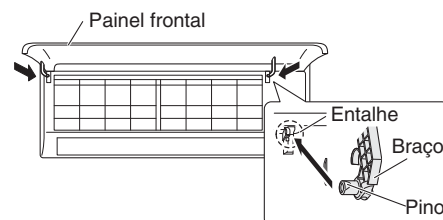

Fig. 3-17
- (1) Ao alinhar a extremidade superior da grade com a armação, mova horizontalmente a grade e introduza a parte superior e inferior na armação.
- (2) Pressione firmemente a grade com as mãos de modo a garantir que não existem folgas entre a armação e a grade.
- (3) Aperte os 6 parafusos. Em seguida, fixe as tampas removidas no sítio.
- (4) Segure as secções perto dos braços do painel frontal em ambos os lados e mantenha o painel frontal de modo a que esteja quase na horizontal. Empurre os veios dos braços em direcção ao exterior de modo a que entrem em contacto com a parte superior dos entalhes nos lados direito e esquerdo do aparelho de ar condicionado. Em seguida, empurre firmemente até os veios dos braços encaixarem no sítio. (Fig. 3-17)
- (5) Volte a montar o flape inferior.